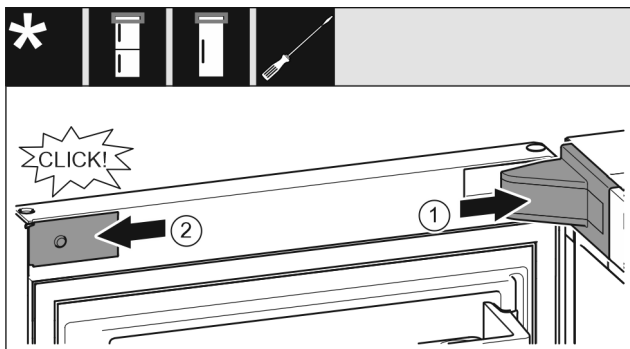

Fig. 65
- Lagerbockabdeckung Fig. 65 (1) aufsetzen und einrasten, ggf. vorsichtig auseinanderdrücken.
- Blende Fig. 65 (2) seitlich ansetzen und einrasten.